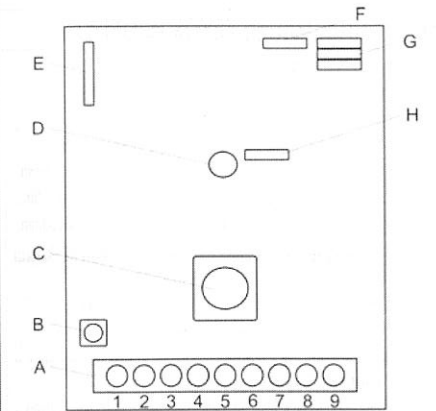

Fig. 2:
- Collegare i fili ai morsetti (fig.2).